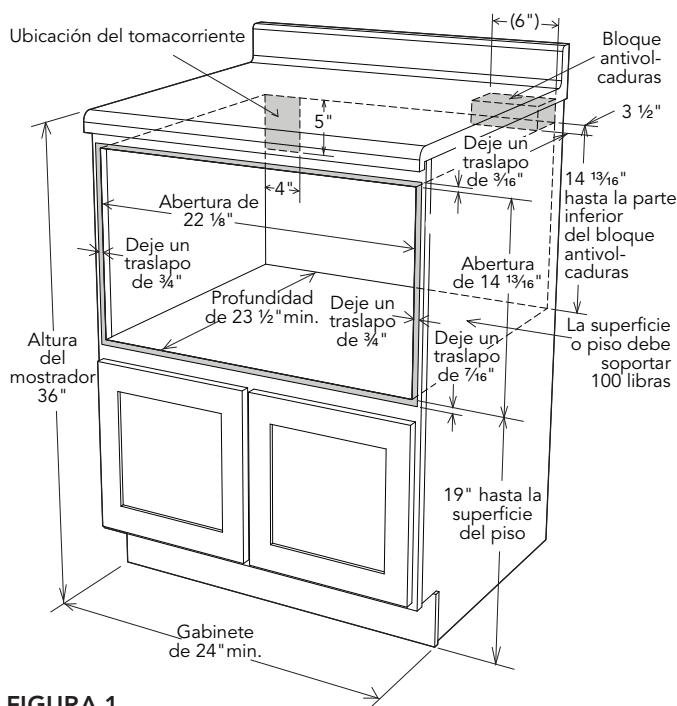

FIGURA 1
- POR CUESTIONES DE SEGURIDAD NO INSTALE LA GAVETA EN ARMARIOS INFLAMABLES QUE NO CUMPLAN CON LOS ESPACIOS LIBRES Y DIMENSIONES ESTABLECIDOS EN LA PÁGINA 2, VEA LA FIGURA 1.
Para reducir el riesgo de volcadura de la gaveta, el bloque antivolcaduras debe ser instalado correctamente a una distancia de 14 ¹³/₁₆" por encima de la superficie en la cual se apoyará el Horno DrawerMicro. El bloque antivolcaduras de 6" debe ser suministrado por el instalador. Vea la FIGURA 1. El bloque antivolcaduras previene lesiones graves que podrían ser ocasionadas por derrames de líquidos calientes.